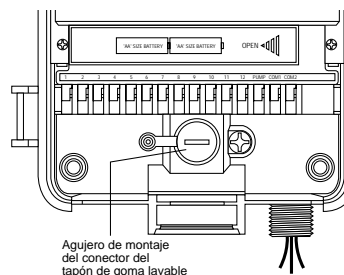

FIGURA 5: Compartimento para cableado de la caja del controlador
- Retire el tapón de goma de protección contra la intemperie que se encuentra en el orificio del tornillo e inserte un tornillo del nº 8 a través de la ranura de la caja del controlador [Vea la Figura 5].
- Apriete el tornillo hasta que la caja del controlador quede firmemente sujeta contra la pared y, a continuación, vuelva a colocar el tapón de goma en el agujero correspondiente [Vea la Figura 5].